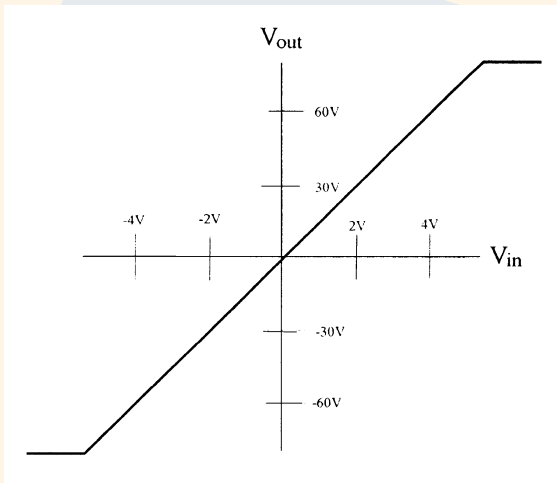

Рис. 52. Те же характеристики, что на Рис. 51, но с добавлением ОС.
ка). Результирующая волна (то, что осталось от идеального синуса) менее заострена, чем это происходит в однокатном включении. Благодаря симметричному действию двухтактника, это происходит с каждой полуволной. А присутствие отрицательной обратной связи еще более выпрямляет характеристику передачи (Рис. 52).
(Рис. 52) (92), тем самым уменьшая выходное сопротивление. Если работа плеч симметрична, введение ОС не подрезает нижний конец передаточной характеристики, что имеет место в однокатном усилителе, то и снижения выходной мощности не происходит.